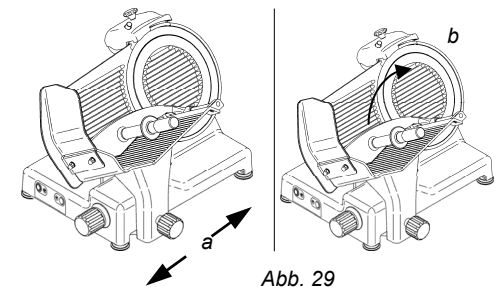

Abb. 29
- Die Bewegung des Pressarmes überprüfen, er muss ganz einfach bewegt werden können (Abb. 29 Detail b);